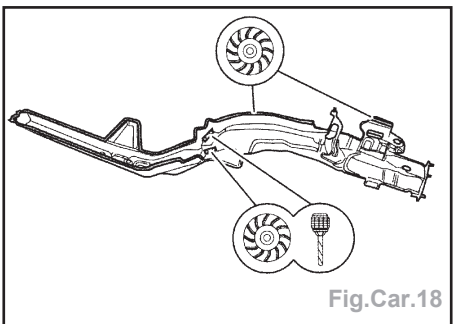

Fig.Car.18
- Percer les orifices nécessaires pour la soudure par points postérieure (Fig.Car.18).